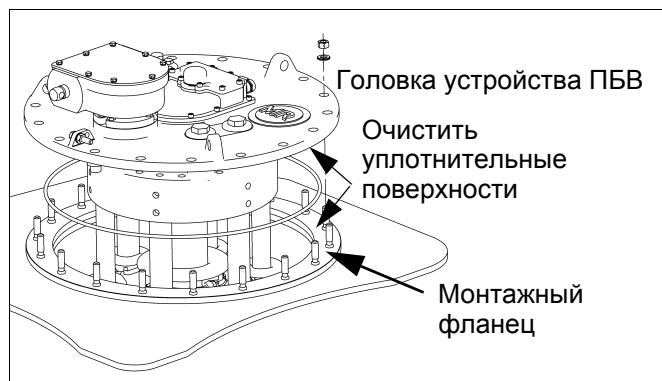

рис. 32
При монтаже устройство ПБВ вводится сверху в отверстие в крышке трансформатора (см. **рис. 32**, а также раздел 12, монтажные чертежи 7258721E и 7258732E).
- 1) Установите устройство ПБВ на ровную поверхность. Перед установкой головки устройства ПБВ на монтажный фланец очистите уплотнительные поверхности (нижнюю сторону головки, включая канавку для прокладки и верхнюю сторону монтажного фланца, **рис. 32**)
- 2) Вставьте входящую в комплект поставки маслостойкую прокладку в соответствующую канавку в головке устройства ПБВ, следя за тем, чтобы не было скручиваний (**рис. 32**).